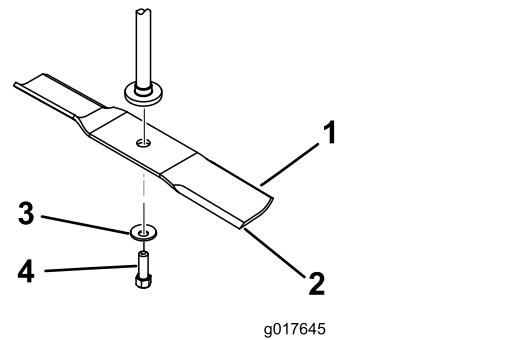

Figure 53
Tenez la lame par son extrémité avec un chiffon ou un gant épais. Enlevez de l'axe, le boulon, la rondelle bombée et la lame (Figure 53).
1. Placez la lame sur l'axe (Figure 53).
2. Montez la rondelle bombée (face concave vers la lame) et le boulon de lame (Figure 53).